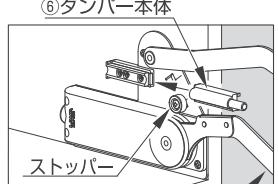

図9
- (2) ストップバーが長円穴の一番下にあることを確認し、SLD本体のアームを図9のように下げた状態で、⑥ダンパー本体を前からスライドさせて取り付けます。